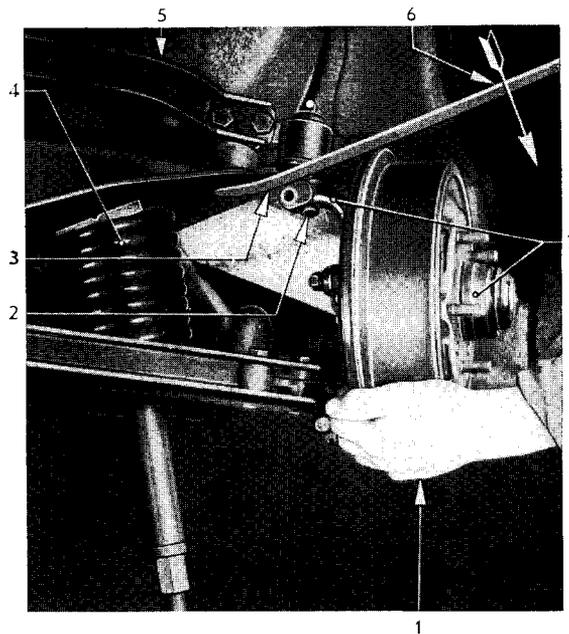

Bild 10 – Kugelgelenkschaft aus Achsschenkel herausdrücken
4. Klemmschraube für oberes Kugelgelenk herausschrauben und Achsschenkel mit Montiereisen (10/3) von Kugelgelenkschaft (10/2) abdrücken. Unteren Lenker mit Achsschenkel so weit ablassen, bis sich die gespannte Vorderfeder (10/4) herausnehmen läßt. Hierbei Achsschenkel mit Nabe und kompl. Bremse (10/7) gegenhalten, um ein Abkippen nach unten zu vermeiden (Bild 10). **Besonders darauf achten, daß Bremsdruckschlauch entlastet bleibt.**